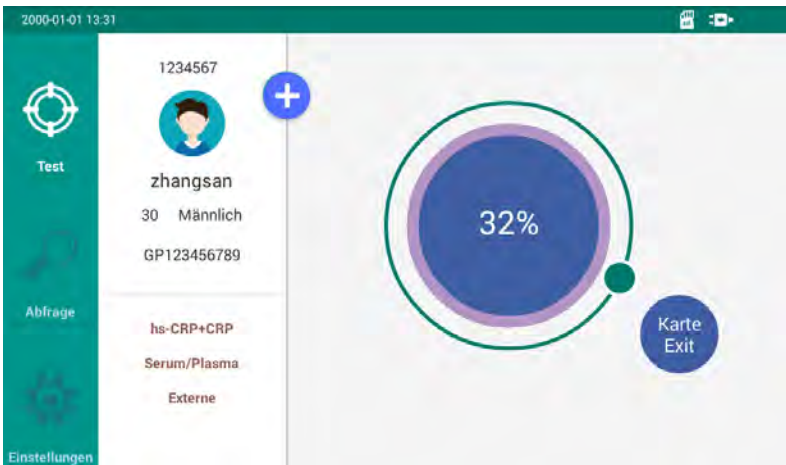

Abbildung 6.6 Probe wird getestet
3) Klicken Sie auf die Taste „Test starten“ auf dem Bildschirm, um den Test durchzuführen. Die Schnittstelle bei dem Test ist in Abbildung 6.6 dargestellt und der Test wird nach Ablauf der Ausstellungstafelzeit abgeschlossen;